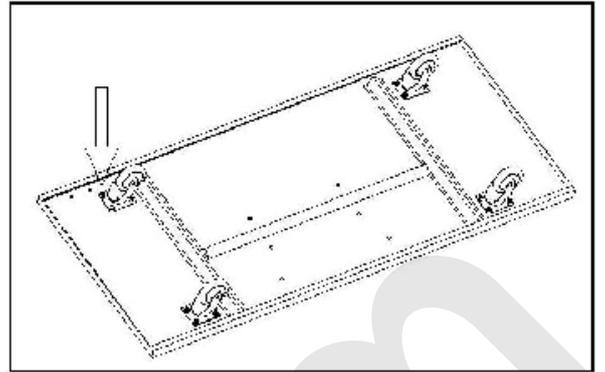

Figura 7- Montaggio delle ruote.
Capovolgete la base (D) e montate le quattro ruote pivotanti (J) avvitando le viti nelle relative sedi tramite una chiave adeguata (Figura 7).